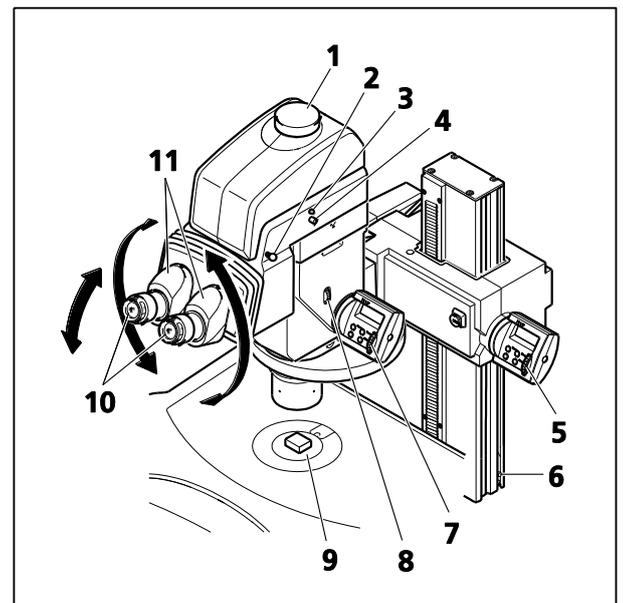
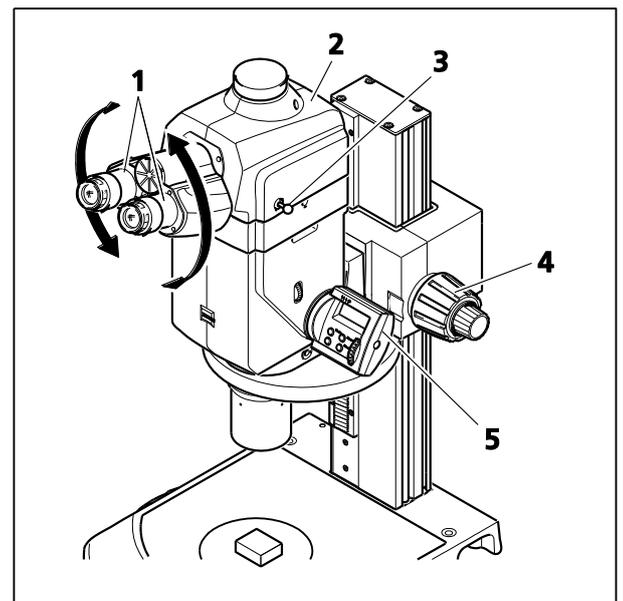

Fig. 30 Microscope, mise au point motorisée
Fig. 31 Microscope, mise au point manuelle
Avant d'utiliser la commande de mise au point motorisée pour la première fois, s'assurer que la butée mécanique inférieure (Fig. 30/6) a été réglée (voir paragraphe 4.6, page 52).
1. Placer un échantillon au centre de la plaque d'insertion ronde (Fig. 30/9). Allumer l'éclairage.
2. S'assurer que le diaphragme d'ouverture (Fig. 30/8) est complètement ouvert. Pour ce faire, appuyer ou tourner brièvement la molette.
3. Régler la bague de réglage dioptrique des oculaires de mise au point (Fig. 30/10) s'il est connu, sinon la régler sur « 0 ».
4. Régler la distance interpupillaire en tournant les douilles d'oculaire (Fig. 30/11) et Fig. 31/1), c'est-à-dire qu'en regardant dans les oculaires avec les deux yeux, seul **un** cercle lumineux non clippé (champ de l'objet) doit être visible.
5. Régler tout d'abord le zoom (Fig. 30/7 ou Fig. 31/5) sur le niveau de grossissement le plus faible.
6. Se concentrer sur un détail bien visible au centre de l'échantillon (Fig. 30/5 ou Fig. 31/4).
7. Définir la valeur maximale du zoom (Fig. 30/7 ou Fig. 31/5). En raison du grossissement, il est probable que le détail bien visible soit à nouveau flou et décentré.
8. Rechercher le détail en déplaçant l'échantillon et refaire précisément la mise au point sur celui-ci (Fig. 30/5 ou Fig. 31/4).
Si nécessaire, connecter une caméra de son choix au port de caméra (Fig. 30/1) du phototube ergo ou du phototube binoculaire (Fig. 31/2). Pour commuter le chemin lumineux, il suffit d'appuyer brièvement sur le bouton de commande (Fig. 30/4) du phototube ergo ou de tirer sur la tige va-et-vient (Fig. 31/3) du phototube. Le bon chemin lumineux est réfléchi à 100% vers la caméra. Sur le phototube ergo, cela sera indiqué par l'allumage de la lampe de contrôle bleue (Fig. 30/3).
Un effet stéréo dans l'image de l'oculaire peut être obtenu en tirant le curseur de l'obturateur (Fig. 30/2) sur le phototube ergo.